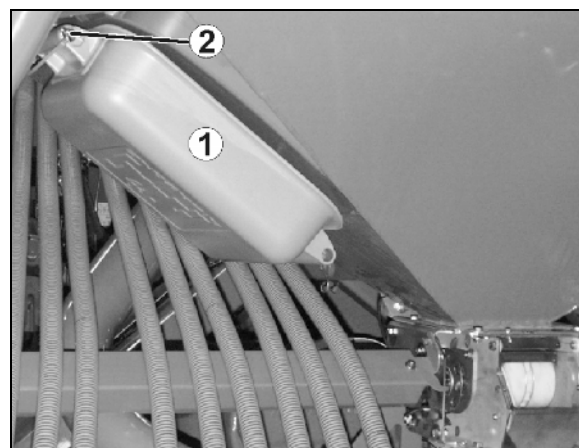

Fig. 102
5. Ta ut avdreiningssveiven (Fig. 102/1) fra transportholderen på kassens bakvegg. Avdreiningssveiven er sikret med en splint (Fig. 102/2).